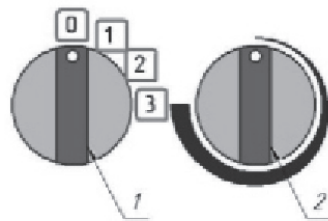

Рис. 3
6.1 Блок управления (Рис. 3).
6.3 Установить ручку переключателя режимов (1) (см. Рис. 3) в положение «0», ручку терморегулятора (2) повернуть в крайнее положение против часовой стрелки.
7.1 Для включения тепловентилятора ручку переключателя режимов 1 (см. рис. 3) повернуть по часовой стрелке в положение «», при этом включается электродвигатель вентилятора и тепловентилятор работает в режиме вентиляции (режим «0»).